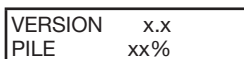
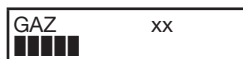

Figure 2. Version et piles
Figure 3. Exemple d'affichage
- Indication numérique et graphique à barres (Figure 3)
- Autonomie des piles estimée en heures et indication de décharge (Figure 2)
Lorsque l'EML100 est mis en marche, l'écran affiche d'abord la version du logiciel puis l'autonomie estimée des piles (Figure 2). Après la séquence de démarrage, l'appareil passe par défaut dans le mode et les réglages de la dernière utilisation. Par exemple, si l'appareil a été utilisé précédemment pour localiser des marqueurs de réseau de gaz avec le volume réglé sur Faible, il revient aux mêmes réglages (Figure 3).